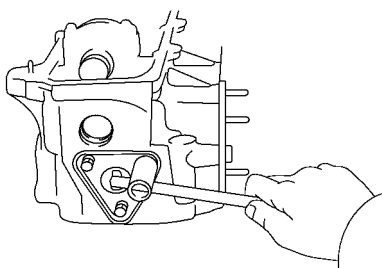

图 1-20 拆下气缸盖后板
(3) 旋下 3 个螺栓，如图 1-20 所示，拆下气缸盖后板。